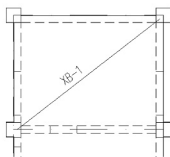

图 5.37 标注配板编号
(1) 执行菜单栏中的【工具】|【查询】|【角度】命令，测得斜线的角度为  $38^\circ$ 。
(2) 将【Standard】文字样式设为当前文字样式，启动【单行文字】命令（快捷键 DT）。
① 在指定文字的起点或 [对正(J)/样式(S)]: 提示下，在斜线上方适当的位置单击，来确定文字的起点位置。
② 在指定高度<2.5000>: 提示下，输入“300”，表示字高为 300mm。
③ 在指定文字的旋转角度<0>: 提示下，输入“38”后按 Enter 键，表示文字逆时针旋转  $38^\circ$ 。
④ 输入“XB-1”，按两次 Enter 键结束命令，结果如图 5.37 所示。